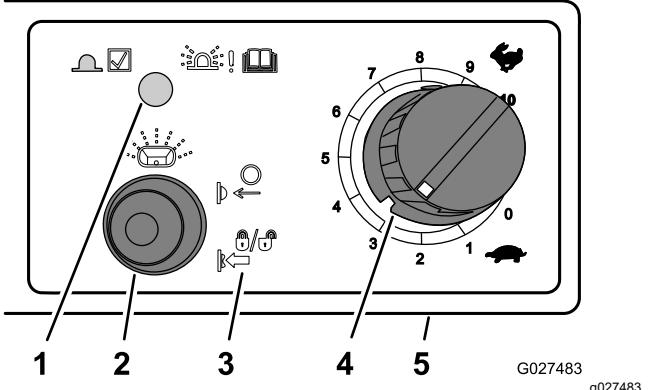

Figura 34
2. Ajuste el control de velocidad del impulsor para una tasa de esparcido apropiado, luego mueva el interruptor de encendido/apagado del impulsor a la posición de ENCENDIDO (Figura 34).
- Para bloquear el control de velocidad del impulsor, pulse y mantenga pulsado el interruptor de encendido/apagado del impulsor durante 5 segundos (Figura 34).